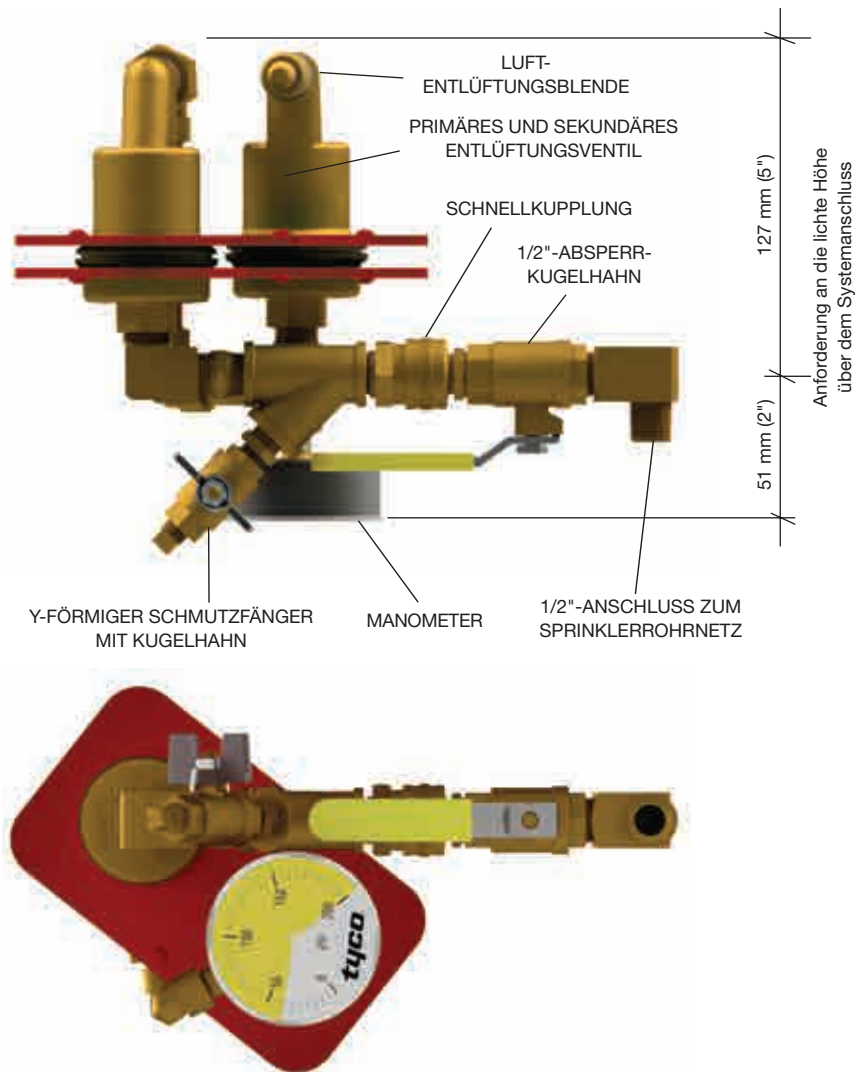

ABB. 2
1. Schritt: Die TYCO Entlüftung für Nassanlagen ist mit einem Absperr-Kugelhahn ausgestattet, über den die Verbindung zum Sprinklerrohrnetz hergestellt wird. Nachdem die Nassanlagenentlüftung TAV-W an der bereitgestellten Schnellkupplung angeschlossen wurde (siehe Abb. 2), muss ein 1/2-Zoll-Abgang (geschweißt oder mechanisch verbunden) installiert werden, um die Entlüftungsbaugruppe mit dem Sprinklerrohrnetz zu verbinden.